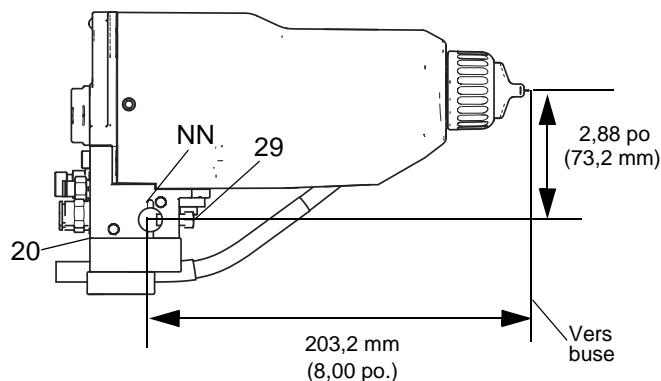

Fig. 4 . Montage
1. Desserrez les deux vis de fixation (29) du collecteur et faites glisser le collecteur (20) sur une bielle de fixation de 13 mm (1/2 po.). Consultez la FIGURE 4.
REMARQUE : Pour obtenir un positionnement plus fiable, introduisez une broche de positionnement de 3 mm (1/8 po.) dans la fente (NN) de la fixation et dans un trou de la tige. Consultez les détails sur la FIGURE 4.